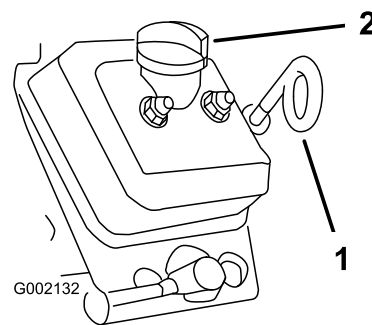

Figura 18
3. Utilize um pano para limpar em redor da vareta de óleo e tampão de enchimento (Figura 18) de forma a que a sujidade não caia no tubo da vareta ou no tubo de enchimento e danifique o motor.
4. Retire a vareta do óleo e limpe a extremidade (Figura 18).
5. Volte a colocar a vareta completamente no tubo da vareta (Figura 18).
8. Volte a colocar o tampão de enchimento; consulte a Figura 18.
9. Insira a vareta do óleo e coloque-a com firmeza (Figura 18).